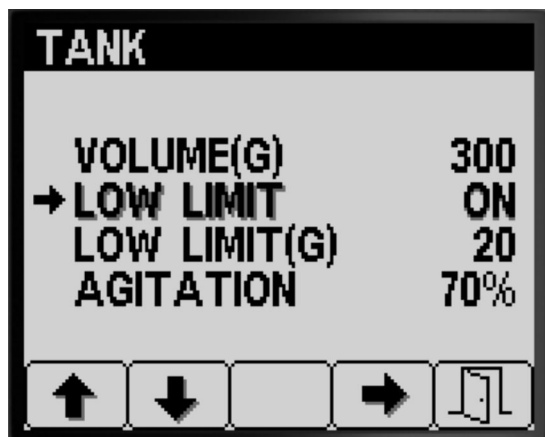

Figura 13
1. Premete il pulsante 1 o 2 per navigare fino all'opzione LIMITE INFERIORE (Figura 13).
2. Premete il pulsante 4 per attivare o disattivare l'indicatore di limite per il volume serbatoio scarso (Figura 13).